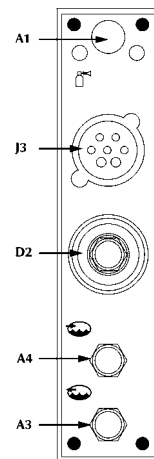

Fig. 9
- Allacciare il fascio cavi alla presa D2 / J3 (fig. 9) e i tubi del liquido di raffreddamento se questo viene utilizzato alle prese A3 / A4.
- Allacciare il tubo gas sull'attacco posteriore (fig. 9) da 1/4 di pollice.